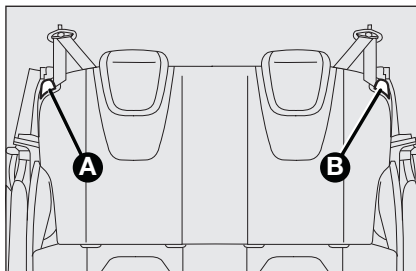

fig. 45
EXTINDEREA PORTBAGAJULUI**Extinderea parțială (50/50) (acolo unde este prevăzută) fig. 45**
- acționați manetele **A** și **B**-fig. 45 pentru a debloca spătarele și a le rabata înspre șezut.